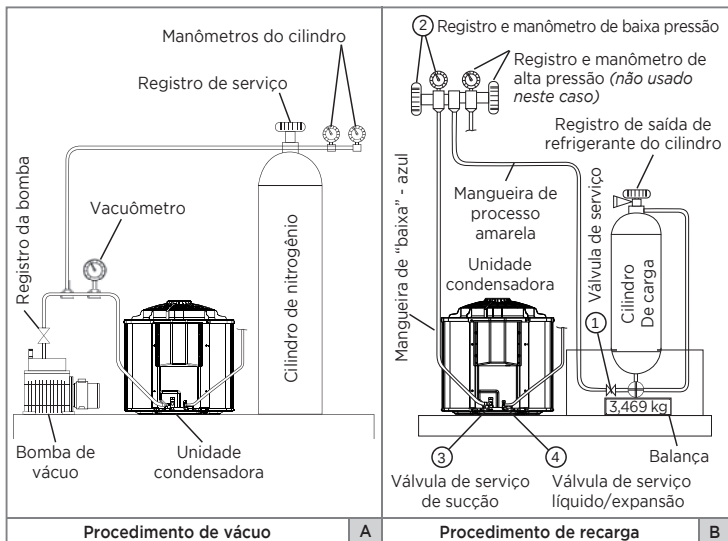

FIG. 40
- Após concluído e aprovado o procedimento de vácuo (subitem 6.7), remova a bomba de vácuo, o vacuômetro e o cilindro de Nitrogênio, representados no diagrama da Fig. 40-A.